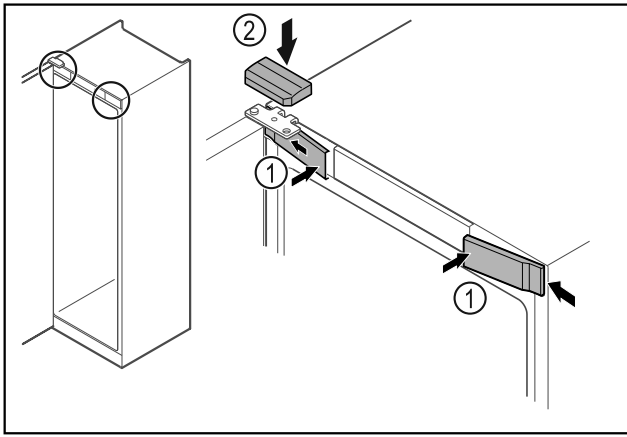

Fig. 63
- ▶ Αναρτήστε τα μπροστινά καλύμματα Fig. 63 (1) στο πλάι και κουμπώστε τα.
- ▶ Κουμπώστε το επάνω κάλυμμα Fig. 63 (2) από πάνω.